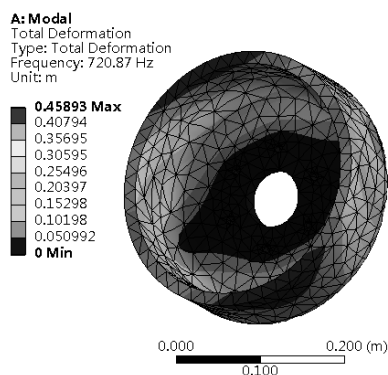
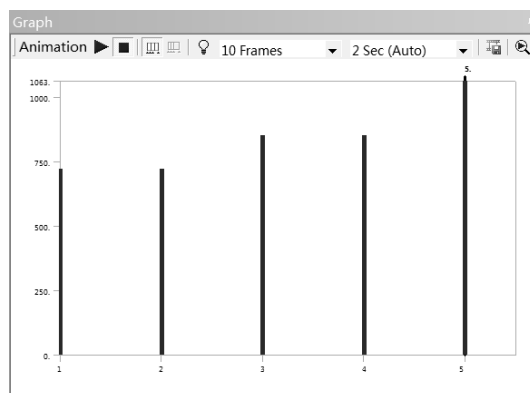

图 6-89 第一阶振形结果
图 6-90 显示振形动画
Step4：在 Outline 栏 Solution (A6) 中 Total Deformation 选项上单击，显示第一阶振形结果，如图 6-89 所示。单击 Graph 栏中 按钮，显示第一阶振形动画，如图 6-90 所示。